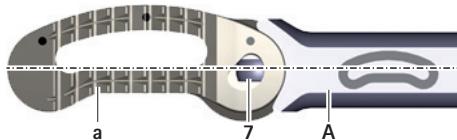

Fig. 8 Implante en posición 0°
- Mantenga el implante de prueba **D** en posición 0° en el instrumento de inserción **A**, ver Fig. 8.
- Mantenga el implante en posición 0°, ver Fig. 8.